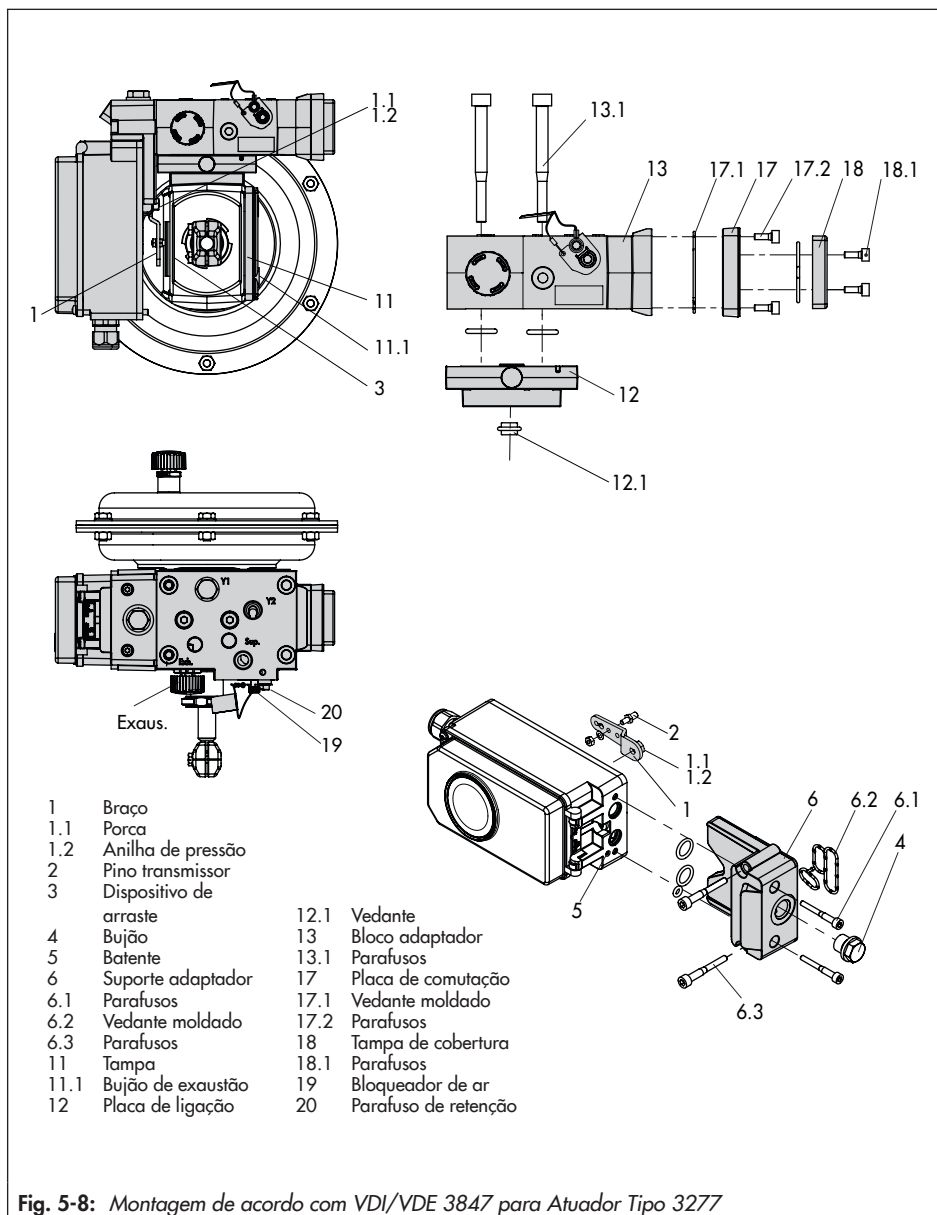

Fig. 5-8: Montagem de acordo com VDI/VDE 3847 para Atuador Tipo 3277
Montagem no atuador Tipo 3277 (consulte Fig. 5-8)
Monte o posicionador na arcada tal como indicado em Fig. 5-8. O sinal de pressão é direcionado para o atuador pela placa de ligação (12), para atuadores com ação de segurança "haste do atuador estende" internamente através de uma perfuração na arcada da válvula e para "haste do atuador retrai" através de tubagem externa.